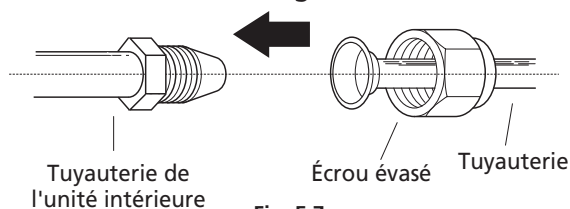

Fig. 5.7
1. Alignez le centre des deux tuyaux que vous allez raccorder. Voir **Fig. 5.7**.